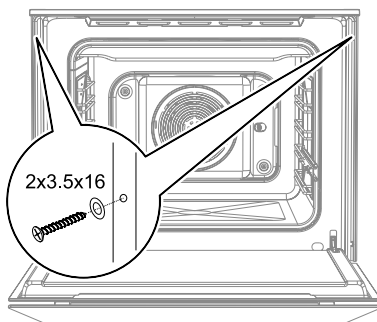

Рис.11
- Духовка устанавливается на дно ниши и закрепляется спереди (рис.11) винтами с шайбами, прилагаемыми в комплекте.